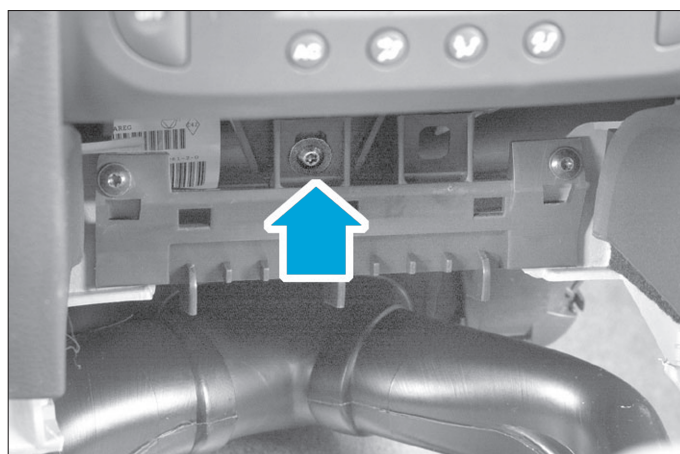

Fig. 10
- la vis de fixation inférieure du bloc de chauffage (Fig.10),